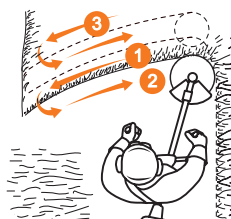

Рис. 15
- Для кошения густой высокой травы перемещайте режущую часть медленно и осторожно. Скашивание травы производите на максимальных оборотах двигателя справа налево, возвращайте катушку по уже скошенной траектории (Рис. 15).